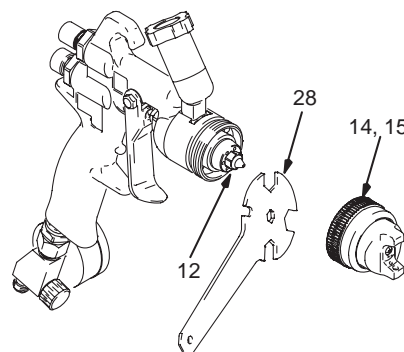

Fig. 15
1. Retirer la bague de retenue du chapeau (15) puis le chapeau d'air (14).
2. Appuyer sur la gâchette pendant le démontage de la buse de fluide (12) du pistolet à l'aide de la clé universelle (28) (Voir figure 15).